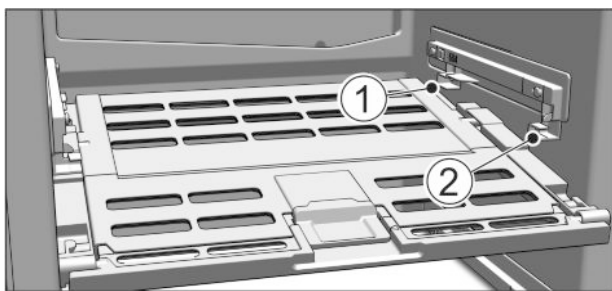

Fig. 50
- ▶ Wkładanie pokrywy Fruit & Vegetable-Safe: Ramiona pokrywy wprowadzić od dołu do tylnego uchwyty Fig. 50 (1) i zazębić z przodu w uchwycie Fig. 50 (2).